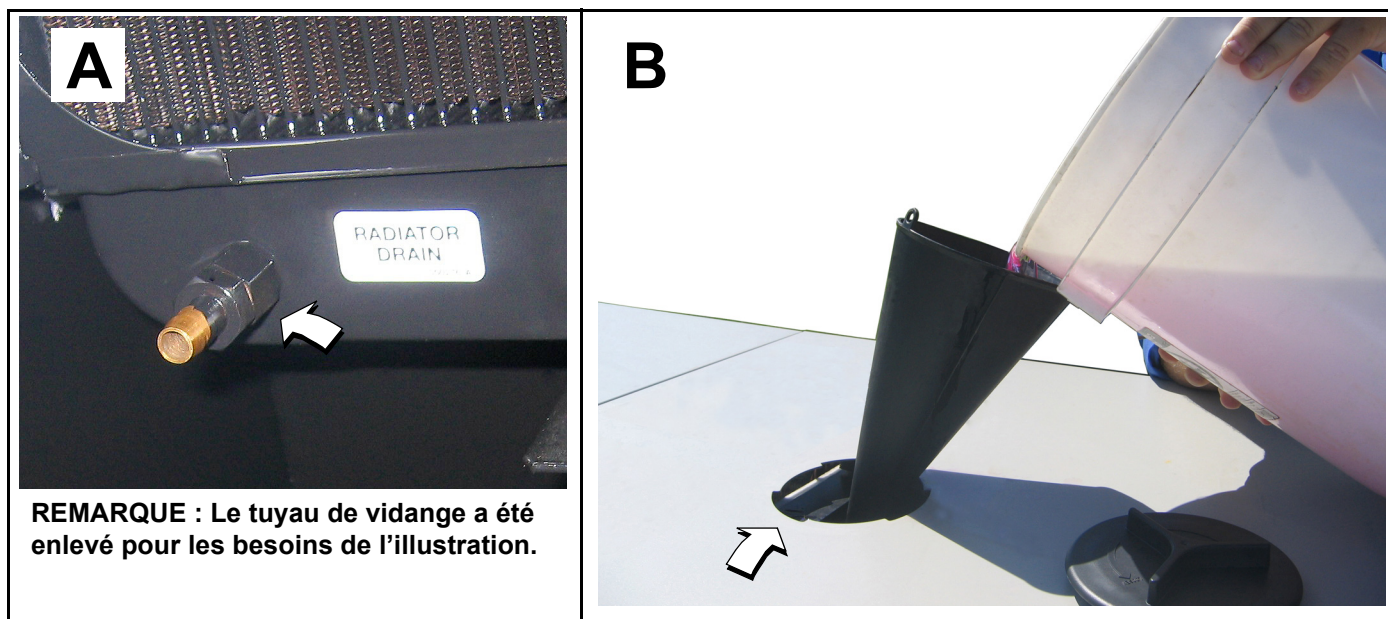

Figure 5-14. Vidange/remplissage du système de refroidissement
- Faites tourner le raccord de la vis à tête hexagonale pour ouvrir le robinet de vidange. Voir la partie A de la Figure 5-14
14. Insérez un entonnoir dans le goulot de remplissage du radiateur. Voir la partie B de la Figure 5-14